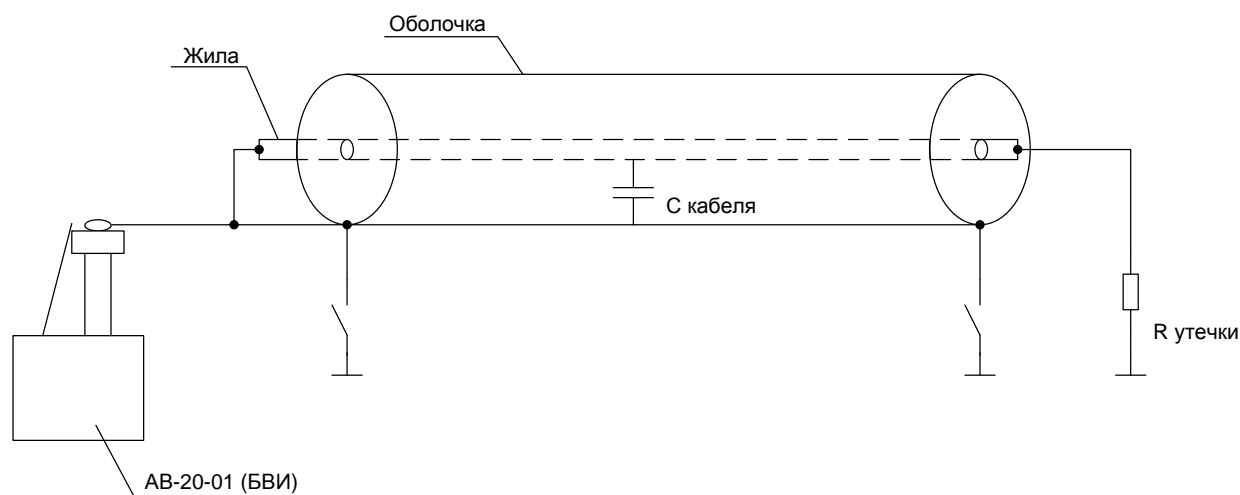

Рис.7
В этом режиме прибор АВ-20-01 позволяет проводить испытание оболочки кабеля из сшитого полиэтилена и понижение сопротивления места дефекта, в случае пробоя. Для проведения испытания оболочки кабеля из сшитого полиэтилена, необходимо отключить оболочку кабеля от контура заземления с обеих сторон кабеля. Жилу испытываемого кабеля, необходимо соединить с оболочкой этого кабеля (см. рис.7) Если этого не сделать, емкость кабеля между жилой и оболочкой, может зарядиться до значительной величины.
7.3.1. Выполнить п.7.1.1.-7.1.5. Подключить объект испытаний в соответствии с рис. 7.